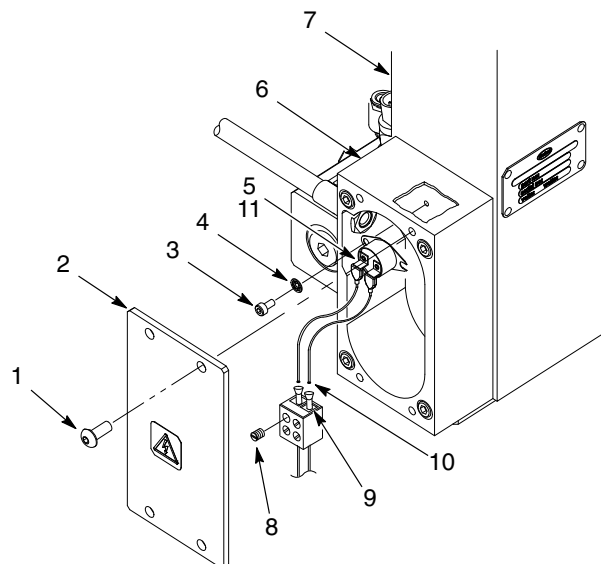

图 15 更换调温器
1. 详见图15。拆下将侧盖板(2)固定在加热器盒(6)上的螺钉(1)。